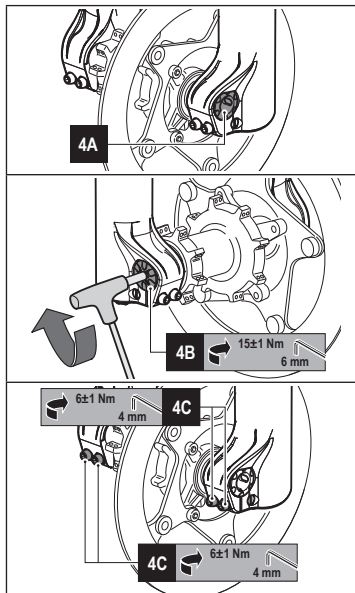

Figura 4 - Installazione ruota su forcelle con perno passante $\varnothing 20\text{mm}$ Taperwall
- Allineare il centro della ruota con i due dispositivi di ritengo (vedi **4A** di **Figura 4**).
- Inserire il perno attraverso il portaruota sinistro, la ruota ed il portaruota destro (vedi **4A** di **Figura 4**).
- Serrare il perno alla coppia prevista ($15\pm 1\text{ Nm}$) agendo sul tappo del perno (vedi **4B** di **Figura 4**) con una sola chiave a brugola da 6 mm.
- Serrare le viti poste sui due portaruota alla coppia prevista ($6\pm 1\text{ Nm}$) con sequenza "1-2-1" utilizzando una chiave a brugola da 4 mm (vedi **4C** di **Figura 4**).